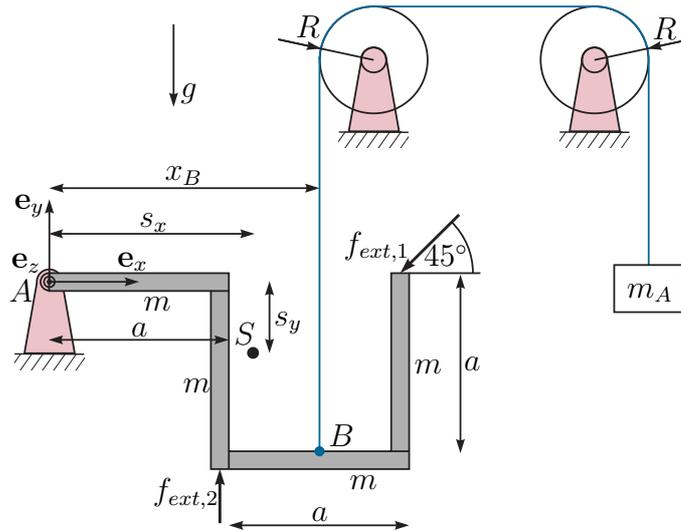

Abbildung 1: Einfacher Mechanismus.
- Das Seil ist gemäß Abbildung 1 über zwei reibungsfreie Umlenkrollen mit einer Masse m_A verbunden. Berechnen Sie für $x_B = \frac{3a}{2}$ die erforderliche Größe der Masse m_A , sodass sich der gesamte Mechanismus im statischen Gleichgewicht befindet. Berechnen Sie weiters die Kräfte im Auflager A in \mathbf{e}_x - und \mathbf{e}_y -Richtung. 4 P. |